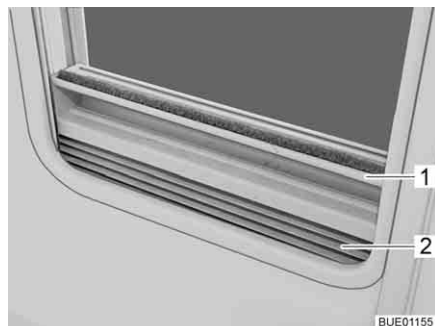

Fig. 45 Tendina oscurante pieghevole
- Afferrare la tendina oscurante pieghevole (Fig. 45,2) per la parte centrale della barra di presa (Fig. 45,1), tirarla dal basso verso all'alto e rilasciarla nella posizione desiderata. La tendina oscurante pieghevole rimane in questa posizione.